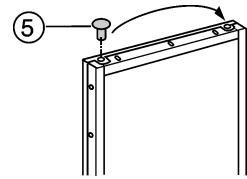

Fig. 5
- ▶ Lagerstop Fig. 5 (5) naar de andere kant omzetten